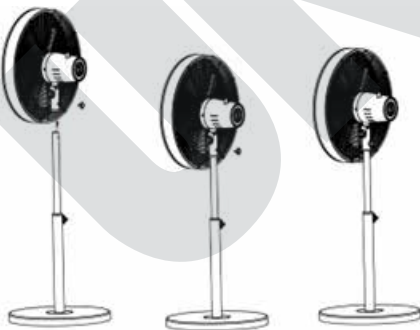

fig. 3
8. Ahora, afloje el tornillo de bloqueo n.º 4. Introduzca la parte superior del tubo interior n.º 5 en el tubo del cabezal del ventilador y alinee el cabezal del ventilador en línea recta. Los dos orificios de los tubos deben colocarse uno encima del otro para poder enroscar el tornillo de bloqueo. Apriete el tornillo de bloqueo para fijar el cabezal del ventilador (fig. 3).